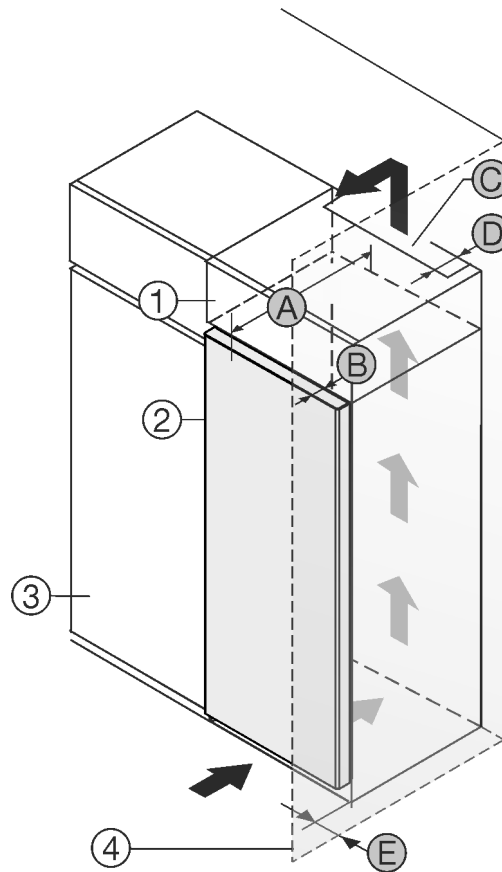

Fig. 1
Sie können das Gerät direkt neben dem Küchenschrank Fig. 1 (3) aufstellen.*
An der Rückseite des Aufsatzschrankes muss ein Abluftschacht mit der Tiefe Fig. 1 (D) über die gesamte Aufsatzschrankbreite vorhanden sein.*
Unter der Raumdecke muss der Entlüftungsquerschnitt Fig. 1 (C) eingehalten werden.*
Wenn Sie das Gerät mit den Scharnieren neben einer Wand Fig. 1 (4) aufstellen, dann muss der Abstand zwischen Gerät und Wand mindestens 13 mm betragen.*
Damit Sie die Tür vollständig öffnen können, muss das Gerät um die Türtiefe Fig. 1 (B) gegenüber der Küchenschrankfront vorstehen. Abhängig von der Tiefe der Küchenschränke Fig. 1 (3) und Verwendung von Wandabstandshaltern kann das Gerät weiter herausragen.*